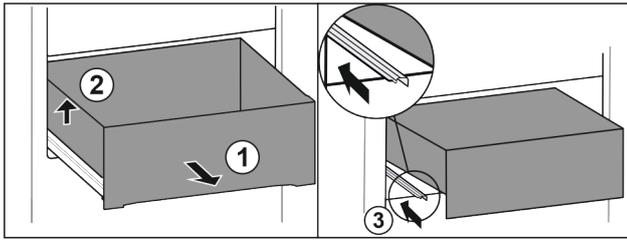

Fig. 71
- ▶ Schubfach bis zum Anschlag herausziehen. Fig. 71 (1)
- ▶ Schubfach links anheben. Fig. 71 (2)
- ▶ Linke Schiene einschieben. Fig. 71 (3)